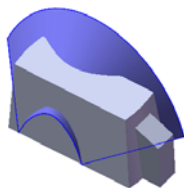
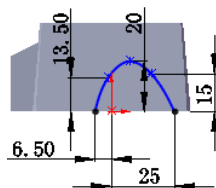

图 5.11.19 曲面-拉伸 3
图 5.11.20 横断面草图
Step12. 创建图 5.11.19 所示的零件特征——曲面-拉伸 3。选择下拉菜单 **插入(I)** → **曲面(S)** → **拉伸曲面(E)...** 命令，系统弹出“拉伸”对话框；选取基准面 1 为草图基准面，绘制图 5.11.20 所示的横断面草图；在“拉伸”对话框 **方向 1** 区域的下拉列表中选择 **给定深度** 选项，输入深度值 30.0，然后在 选项中输入拔模角度值为 45.0；单击对话框中的 按钮，完成曲面-拉伸 3 的创建。